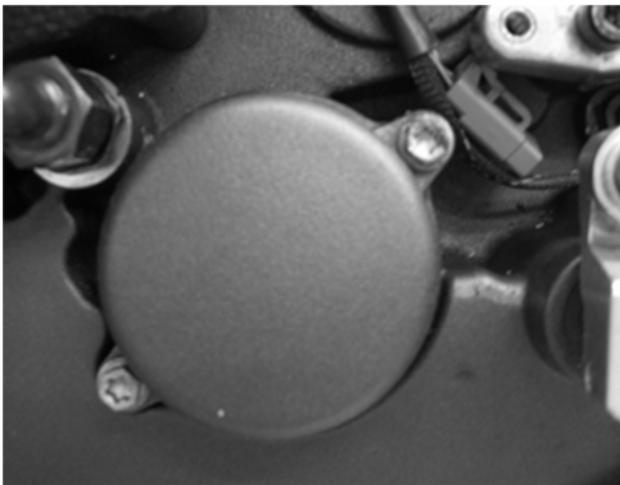

Figura 31. Coperchio del filtro olio.
A. Rimuovere le due viti per togliere il coperchio del filtro dell'olio. Vedere la figura 31.